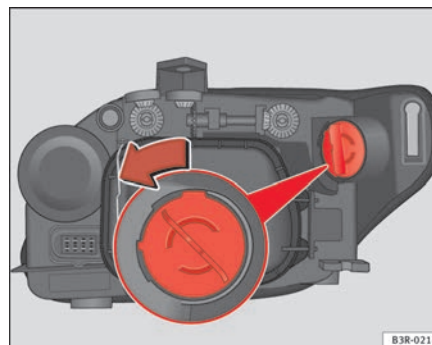

Abb. 202 DRL (Tagfahrlicht)
- Drehen Sie den Lampenhalter gegen den Uhrzeigersinn und ziehen Sie ihn ⇒ **Abb. 202** mit der Glühlampe heraus.